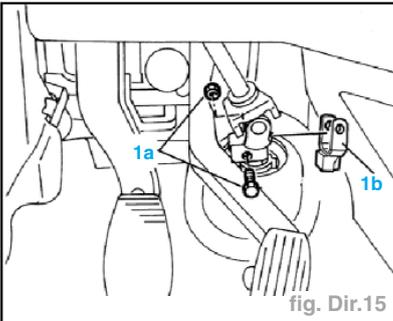

fig. Dir.15
- Dévisser le boulon de fixation du cardan (1) (fig. Dir. 15).